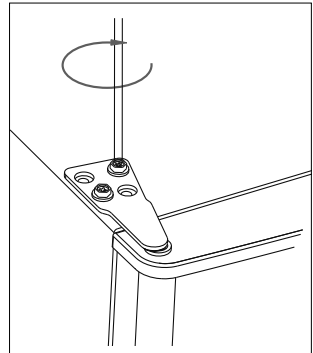

Abb. 12
- ▶ Setzen Sie nun die Gerätetür auf das untere Scharnier (5) und achten Sie darauf, dass sich der Scharnierzapfen in der Scharnierbuchse der Gerätetür befindet.
- ▶ Setzen Sie bei geschlossener Gerätetür das obere Scharnier (2) mit dem Scharnierzapfen in die obere Türbuchse ein (siehe **Abb. 12**).
- ▶ Richten Sie die Gerätetür waagrecht aus. Nun schrauben Sie das obere Scharnier (2) mit den drei Halterungsschrauben fest.